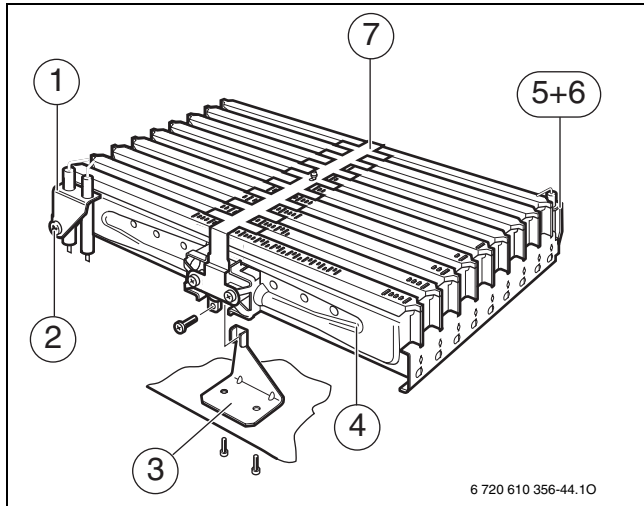

Fig. 38 Blocco bruciatore
- ▶ Scollegare con prudenza il giunto ad innesto sugli elettrodi di accensione (→ fig. 38).
- ▶ Sfilare con cautela la spina dall'elettrodo di controllo fiamma (5).
- ▶ Svitare il supporto bruciatore (3).
- ▶ Svitare il controdado sotto il bruciatore e rimuovere con cautela il gruppo bruciatore (4).